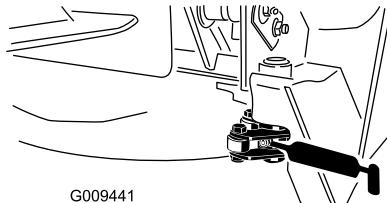

Figura 39
Articulação do trinco (2) (Figura 39)